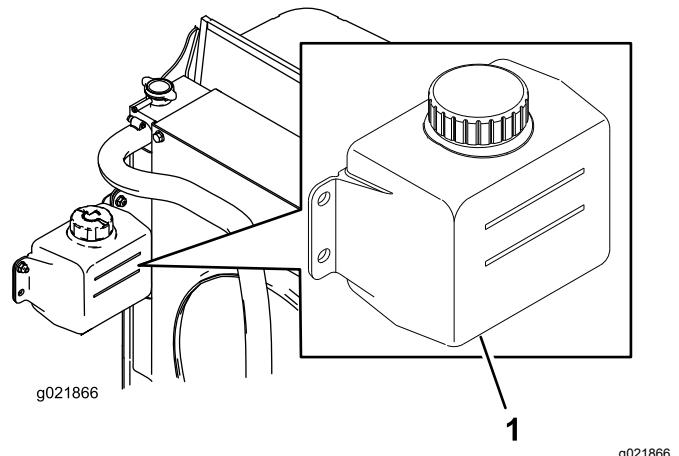

Figura 16
1. Controllate il livello di refrigerante nel serbatoio di espansione (Figura 16).